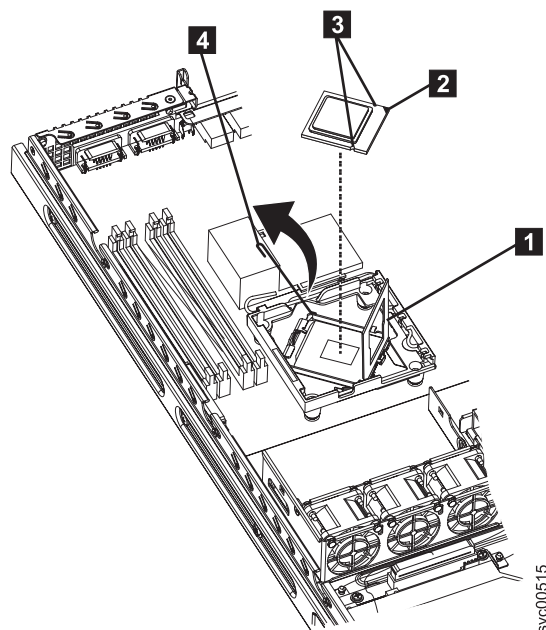

図 184. SAN ボリューム・コントローラー 2145-8A4 マイクロプロセッサ
1. 223 ページの図 184 に示すように、マイクロプロセッサ・ブラケット・フレーム **1** および解放ラッチ **4** の両方が完全に開いていることを確認します。
2. 図 184 に示すように、マイクロプロセッサをソケットに位置合わせします。